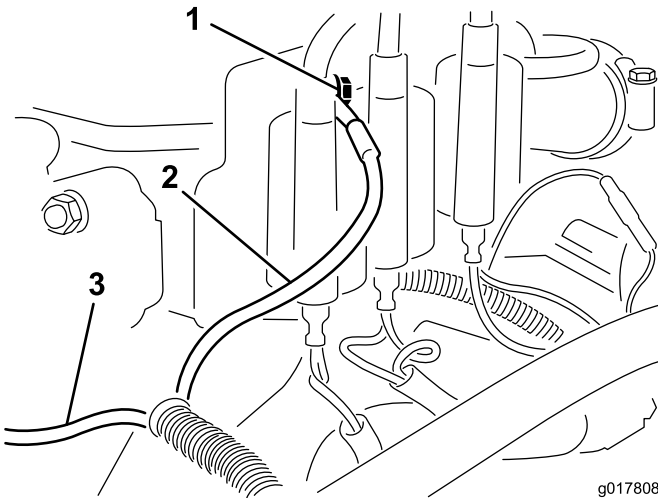

Figure 5
9. Reliez le câble noir du faisceau à la masse sur le moteur à l'aide d'un boulon de bobine ou d'un autre dispositif de masse adéquat (Figure 5).